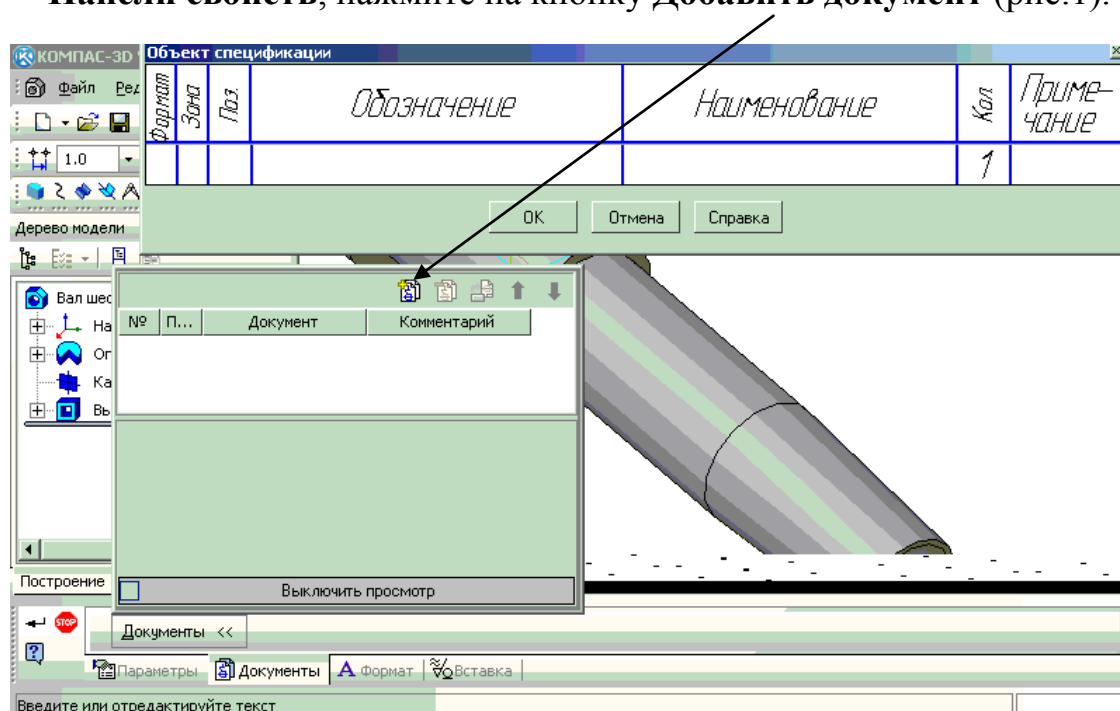

Рис. 1
8. Подключите файл детали к строке спецификации (на закладке *Документы* на *Панели свойств*, нажмите на кнопку *Добавить документ* (рис. 1).